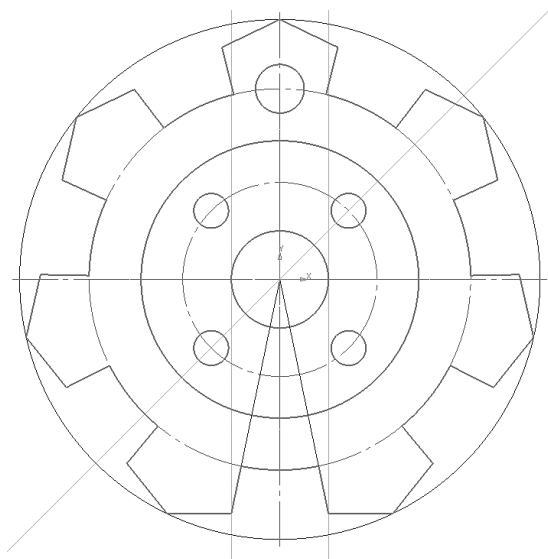

Рис. 30. Построение окружности
2.5.1 В пересечении окружности диаметром 110 мм и осевой линии используя команду **окружность**, создаем окружность диаметром 14 мм; стиль линии – основная (рис. 30).